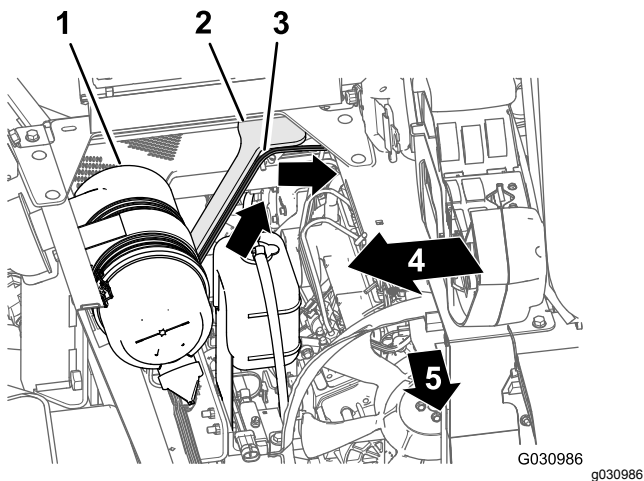

Figura 136
1. Enrute la rama de 165 cm del arnés de cables hacia arriba y en la parte trasera del compartimento del motor, por el soporte derecho de la cubierta del motor, por delante del conducto que conecta el filtro de aire y el motor (Figura 136).